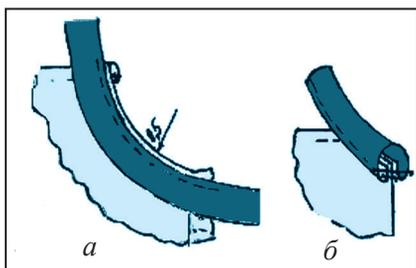

Рис.48. Обработка бретелей и завязок фартука.
30 см для бретели. К боковой стороне нагрудника приметывают крупными стежками одну сторону канта с припуском на шов 0,5 см, а оставшуюся часть оставляют для пояса (рис.48, а).
4. Кант, прошитый ручными стежками по всей длине, прострачивают на машине, сметочные нитки удаляют (рис.48, б).